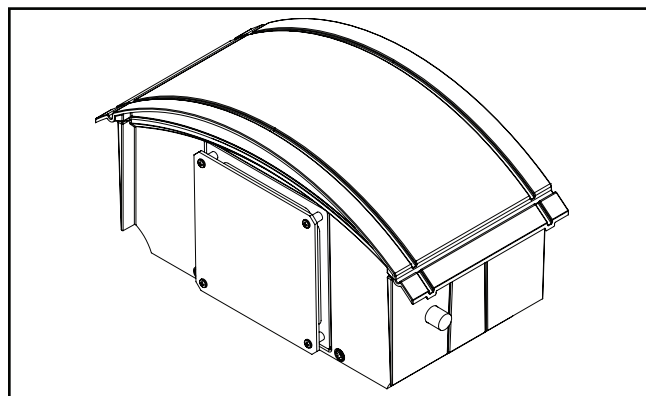

Figure 5a.
3. Alignez et fixez le protecteur antivandalisme au luminaire avec les quatre (4) vis fournies (Figure 5a).